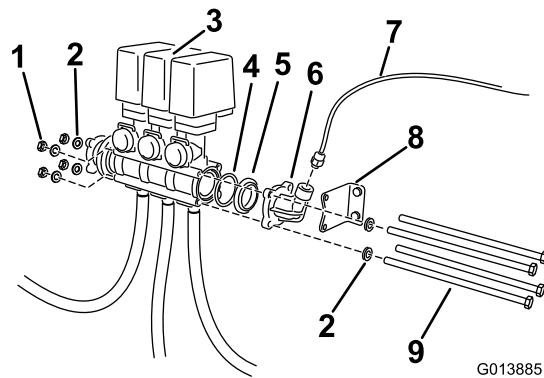

Figura 4
2. Desaperte os parafusos longos e os dispositivos de fixação que prendem o conjunto da válvula (Figura 4). Retire e guarde todos os dispositivos de fixação. Mova o conjunto da válvula para a direita.
3. Retire o adaptador e vedação do joelho (Figura 4). Localize o anel de retenção do corpo da válvula existente. Guarde todas as peças. Mova o suporte afastando-o do conjunto da válvula existente.